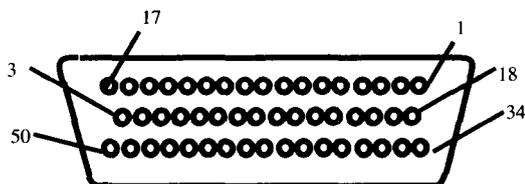

图 1.4 DD-50SA
③ SCSI 允许对一个设备传输数据的同时,另一个设备对其进行数据查找,在支持多任务操作系统中获得更高的性能。
④ SCSI 卡比 IDE 接口有更快的数据传输率,尤其是在同时传输多组数据时就更能显示出威力。因此,SCSI 设备适合图像处理。在图像处理领域中一直独占鳌头的 Apple 公司的机型一律采用 SCSI 接口,而且现在 SCSI 硬盘可使数据传输率提高到 160Mb/s,而目前最快的 IDE 接口硬盘的速度也只为 100Mb/s。
⑤ 使用 SCSI 可减少对 CPU 的依赖,可提高系统整体性能。使用 IDE 接口时,CPU 需要在线地全程控制数据的传输动作,所以在 IDE 传输数据的过程中,CPU 不能做任何事,直到传输结束才能执行后续的指令,CPU 占用时间长。在 SCSI 接口下,CPU 将传输指令给 SCSI 之后,可随即处理后续的指令,传输的工作交由 SCSI 卡上的处理芯片自行负责,待 SCSI 处理完毕,发出信号通知 CPU 后,CPU 再进行后续处理,减少了对 CPU 的占用。IDE 硬盘一般对 CPU 的占用率为 33%,最高可达 50%以上,但使用 SCSI 硬盘,对 CPU 的占用率仅为 4%~6%。
(2) SCSI 具有如下几个发展阶段:
① SCSI-1,它是最早的 SCSI 标准。主要特点是:支持同步和异步的 SCSI 设备;支持 7 台 8 位的 SCSI 设备;数据传输率为 5Mb/s。由于传输速度太慢,现在已经不使用了。
② SCSI-2,SCSI-2 标准是 1992 年制定的,通称为 FAST SCSI,通过提高同步传输时的频率使数据传输率提高为 10Mb/s,这个速度是 SCSI-1 设备速度的两倍。绝大多数 SCSI 硬盘都支持 FAST SCSI 标准。FAST SCSI 设备要求数据同步传输。16 位的并行数据传输称为 Wide SCSI;数据传输率为 20Mb/s
③ SCSI-3,俗称 Ultra SCSI,与 SCSI-2 相比 SCSI-3 能支持更多的计算机硬件种类,并且数据传输率也更快。在 16 位 Wide SCSI 总线上每秒传输 40Mb 数据。
④ Ultra 2 SCSI, Wide Ultra SCSI 采用了 LVD(低电压差分)技术。16 位的 Ultra 2 SCSI 接口传输速率最大可达到 80Mb/s,1998 年开始生产的 SCSI 硬盘大多采用此标准。
⑤ Ultra 160/m SCSI,1998 年发布的 Ultra 160/m SCSI 标准,属于第 5 代的 SCSI 技术,它的传输速率高达 160Mb/s。这是由于 Ultra 160/m SCSI 每个时钟周期发送的是两位数据,因而它拥有更高的吞吐量。Ultra 160/m SCSI 同时还集成了低压差分技术(LVD)。
(3) SCSI 接口分为内置和外置两种,内置数据线的外形和 IDE 数据线一样,只是针数和规格稍有不同,主要用于连接光驱和硬盘,分为 50 针、68 针、80 针。SCSI 外置数据线有以下几种规格:
- ① Sun Microsystem 的 DD-50SA，共有 50 针，分为三排，8 位，如图 1.4 所示。